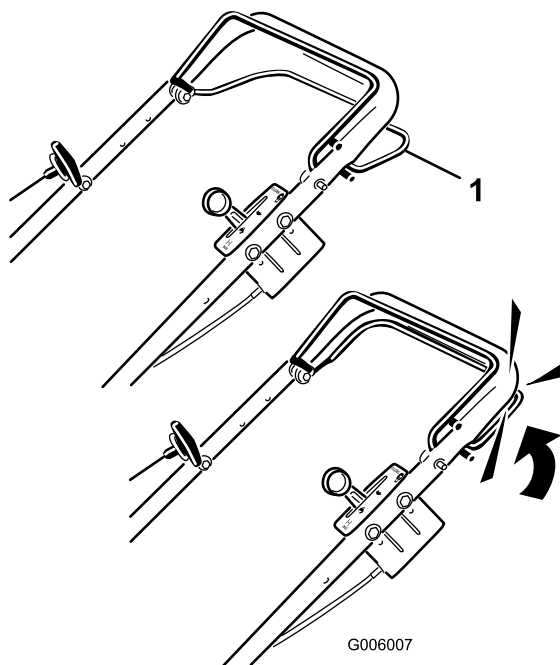

Figura 26
1. Per utilizzare la trazione automatica premete e tenete premuta la barra contro la stegola (Figura 26).